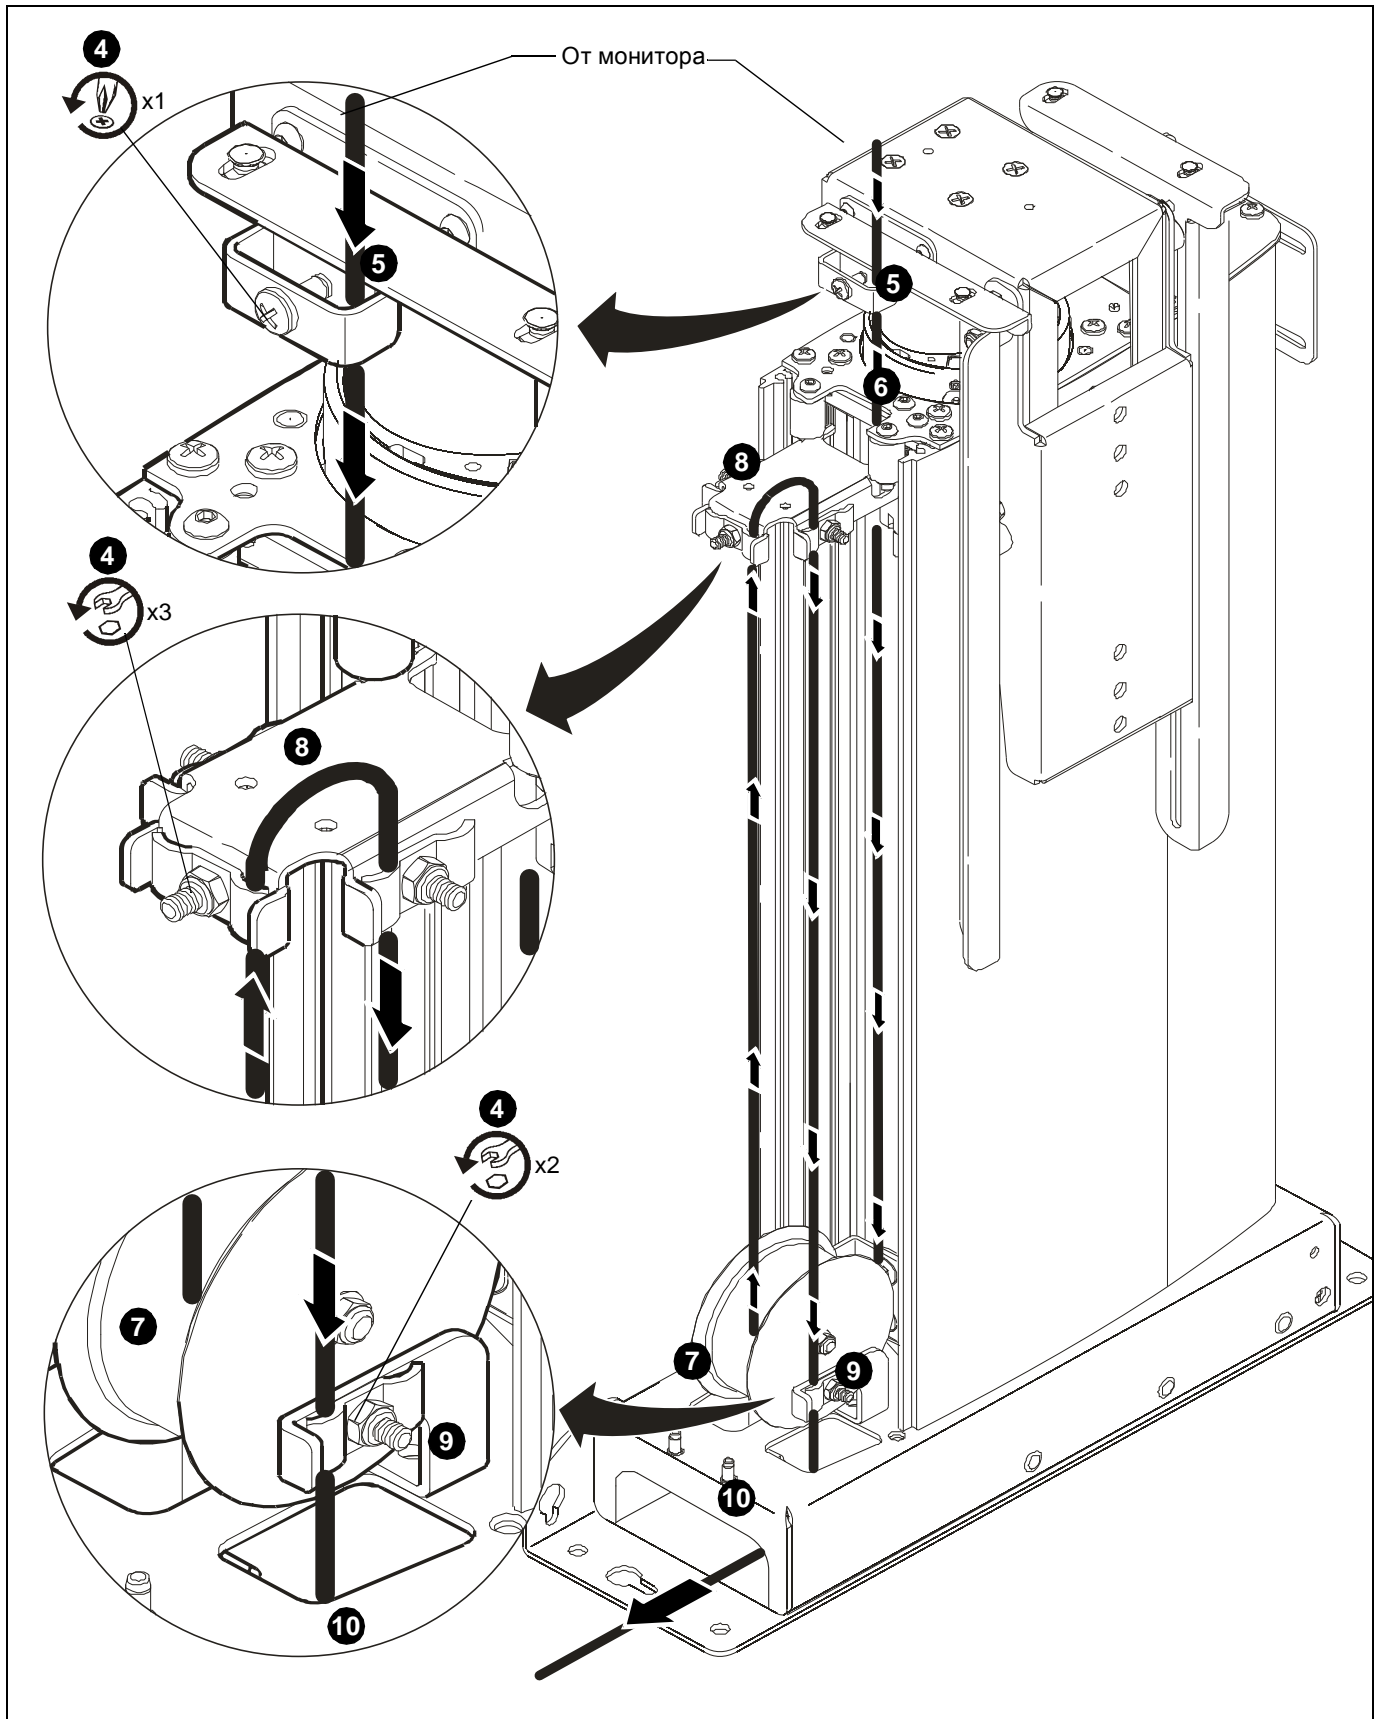
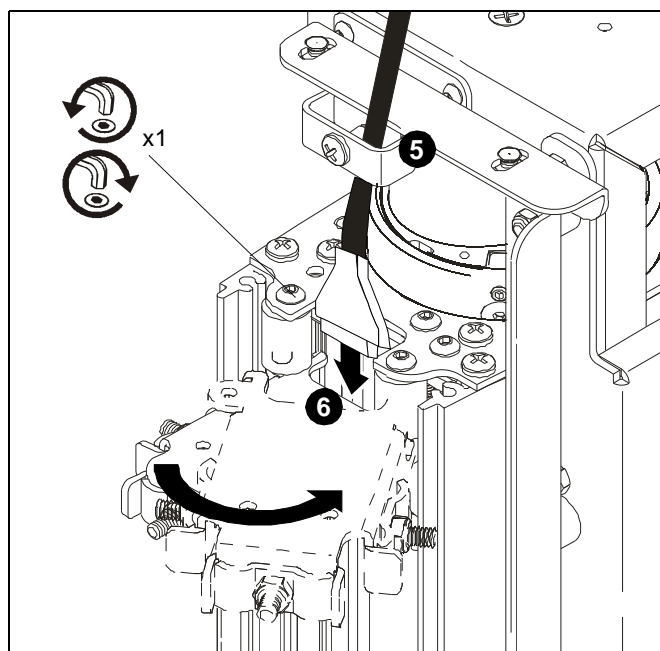

рис. 19
рис. 20
4. Ослабьте шесть зажимов кабеля. (см. рис. 19)
5. Проложите кабель вниз через верхний зажим кабеля. (см. рис. 19) и (см. рис. 20)
6. Проложите кабели вниз через отверстие на задней части среднего монтажного кронштейна зажима кабеля. (см. рис. 19) и (см. рис. 20)
ПРЕДОСТЕРЕЖЕНИЕ: оборудование монтажа кронштейна НЕОБХОДИМО установить повторно и закрепить перед продолжением прокладки кабеля. (см. рис. 20)
7. Проложите кабель под кабельным шкивом и вверх через передний кабельный зажим на среднем монтажном кронштейне зажима кабеля. (см. рис. 19)
8. Намотайте кабель и проложите кабель вниз через боковые кабельные зажимы на среднем монтажном кронштейне зажима кабеля. (см. рис. 19)
ПРЕДОСТЕРЕЖЕНИЕ: при наматывании высота кабеля над крепежным кронштейном кабеля не должна превышать 25 мм (1 дюйм)! (см. рис. 19)
9. Проложите кабели вниз через нижние зажимы кабелей. (см. рис. 19)
10. Проложите кабель через отверстие доступа к кабелю в верхней части основания монтажа и отверстие доступа к кабелю на боковой части основания монтажа. (см. рис. 19)
12. Начиная от верхнего кабельного зажима и перемещаясь вниз, удалите все провисания кабелей и затяните остальные зажимы кабелей. (см. рис. 19)